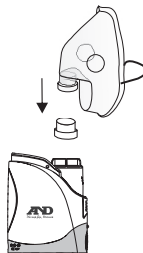

Рисунок 5
- Для обеспечения плотного присоединения прилагайте достаточные усилия для соединения маски с емкостью для лекарства (см. рис. 5).